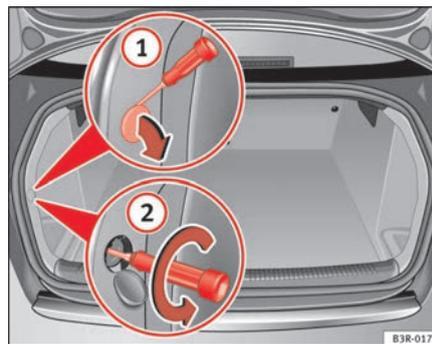
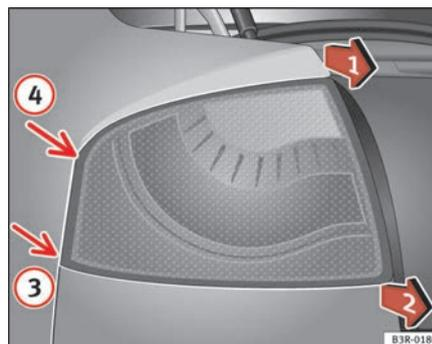

Fig. 208 Coffre à bagages : vis de fixation de feu arrière
Fig. 209 Dépose du feu arrière (partie latérale) ▶
⇒ page 278, fig. 208 ①.
- Desserrez la vis qui se trouve derrière à l'aide d'un tournevis (flèche) ②.
- Tirez en alternance dans le sens des flèches ⇒ page 278, fig. 209, position ① et ②, jusqu'à ce que le feu arrière sorte de la fixation (positions ③ et ④).